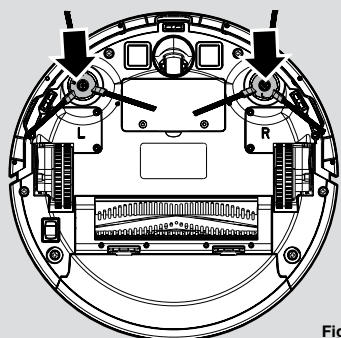

Fig. 3
6. Enfoncez les deux brosses rotatives sur lesquelles figurent les lettres L et R sur les supports jusqu'à ce que vous entendiez un clic. Faites attention à ce que L et R figurent aussi bien sur l'appareil que sur les brosses. **[Fig. 3]**